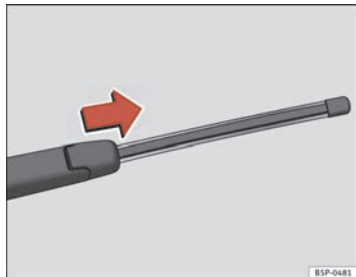

Abb. 170 Heckwischerblatt abnehmen
- Klappen Sie den Scheibenwischerarm von der Heckscheibe weg ⇒ Abb. 170.
- Verschieben den Adapter des Wischerblatts in Richtung des Pfeils und nehmen Sie das Wischerblatt ab ⇒ Abb. 170.